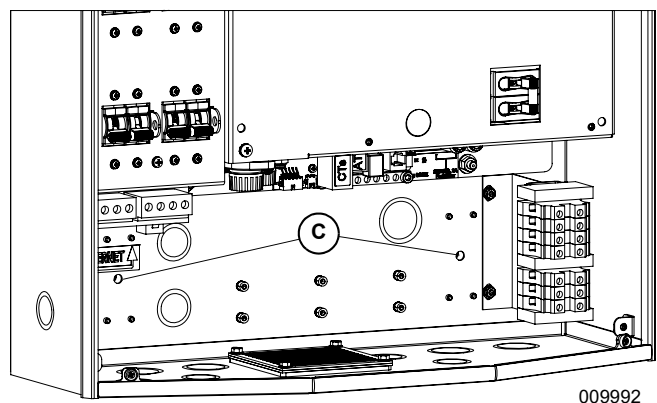

Figure 4-4. Trous de fixation
4. Voir Figure 4-4. Fixer le bas de l'inverseur au mur à l'aide de deux vis passées à travers les trous de fixation (C). Les trous sont espacés de 286 mm (11-1/4 po). Utiliser des chevilles d'ancrage ou des cales de fixation comme il se doit.